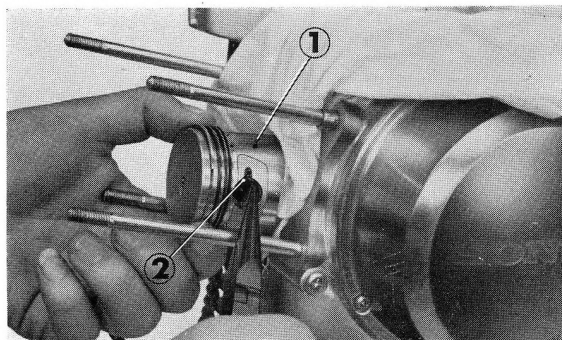

Figure 2-26 : ① piston ② jonc
3. Extraire le jonc de l'axe de piston, puis l'axe de piston (figure 2-26).